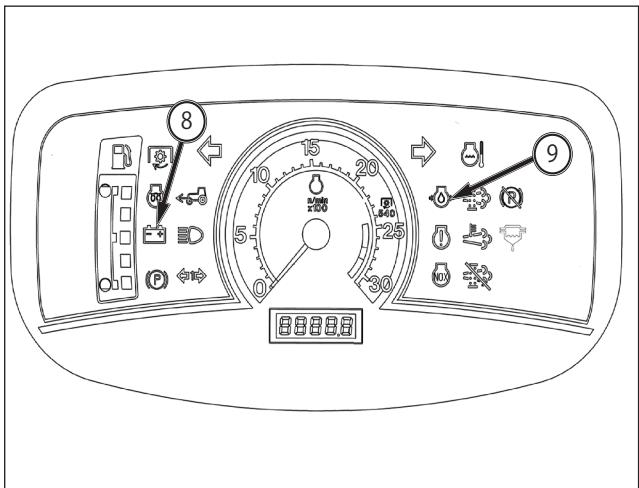

FIG. 52
FIG. 52 : le témoin de charge de la batterie (8) et le témoin de pression d'huile moteur (9) situés sur la rangée des témoins doivent s'éteindre quand le moteur démarre. Si l'un de ces témoins reste allumé, COUPEZ IMMÉDIATEMENT LE MOTEUR et recherchez la cause du problème.